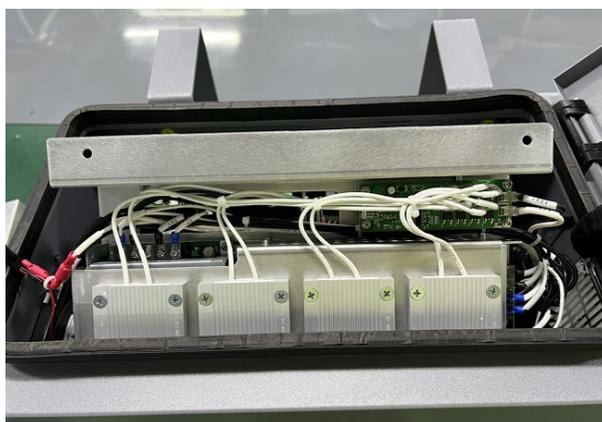

图 3-38：重连线缆
5. 将新的刹车板用螺钉固定在钣金上，并将刹车电阻连接线和 48V 供电线接入，如图 3-38 所示：